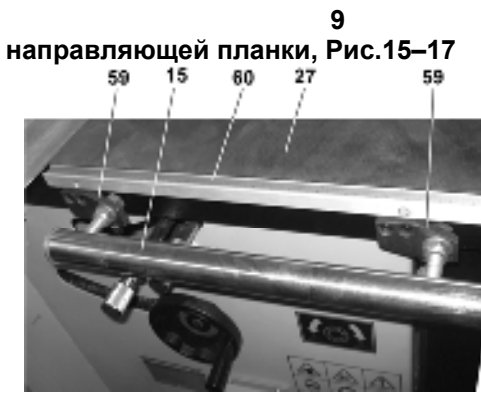

Рис. 15
**8.6. Установка и регулировка направляющей планки, Рис.15–17**